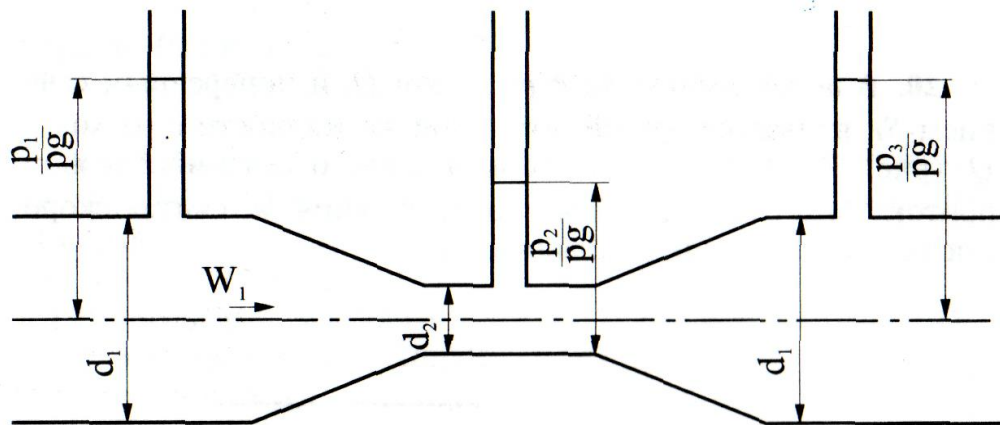

Рис. 11
21. По горизонтальной трубе переменного сечения (рис. 11) протекает жидкость плотностью $\rho = 950 \text{ кг/м}^3$ и расходом $Q = 10 \text{ л/с}$. Определить пьезометрические высоты в сечениях, если $d_1 = d_3 = 100 \text{ мм}$, $d_2 = 25 \text{ мм}$, $p_1 = 0,3 \text{ МПа}$. Потерями пренебречь.